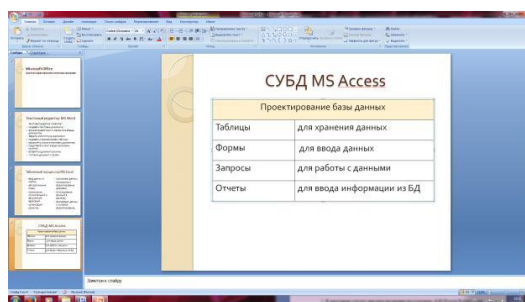

Рис. 6. Конечный вид пятого слайда с таблицей
6. Конечный вид пятого слайда приведен на рис. 6.